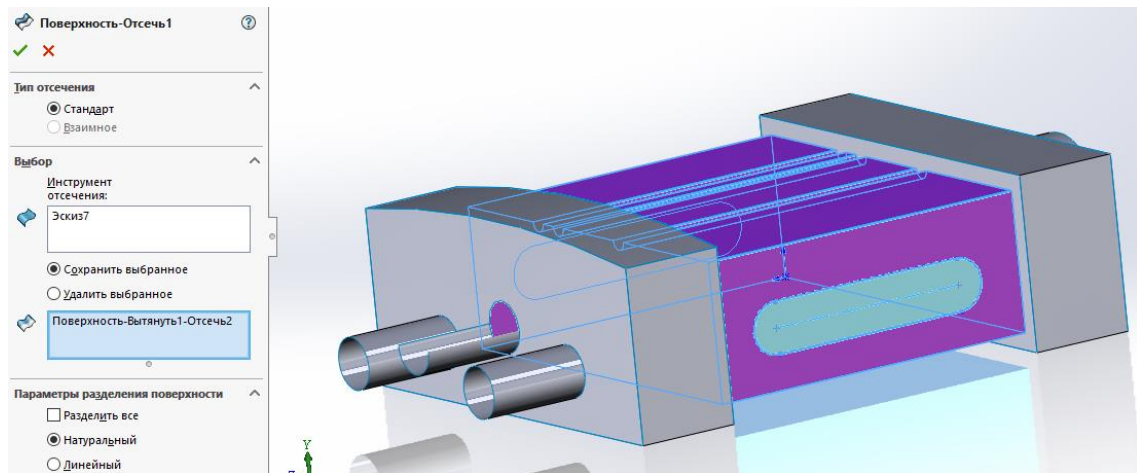

Рис. 26. Создание выреза на поверхности
27. Делаем вырез на поверхности с помощью созданного эскиза. Для этого используем инструмент **Отсечь поверхность** . Выделяем необходимый эскиз и поверхность, на которой делается вырез, после чего нажимаем галочку в верхней части панели  (рис. 26). Вырез будет сквозным.